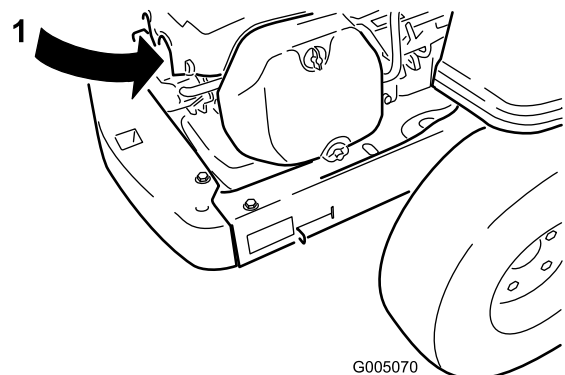

Bild 34
2. Ziehen Sie den Zündkerzenstecker ab (Bild 34). Reinigen Sie den Bereich um die Zündkerze, um zu verhindern, dass Schmutz in den Motor fallen und Schäden verursachen kann.
3. Drücken Sie den Stecker auf die Zündkerze (Bild 34).